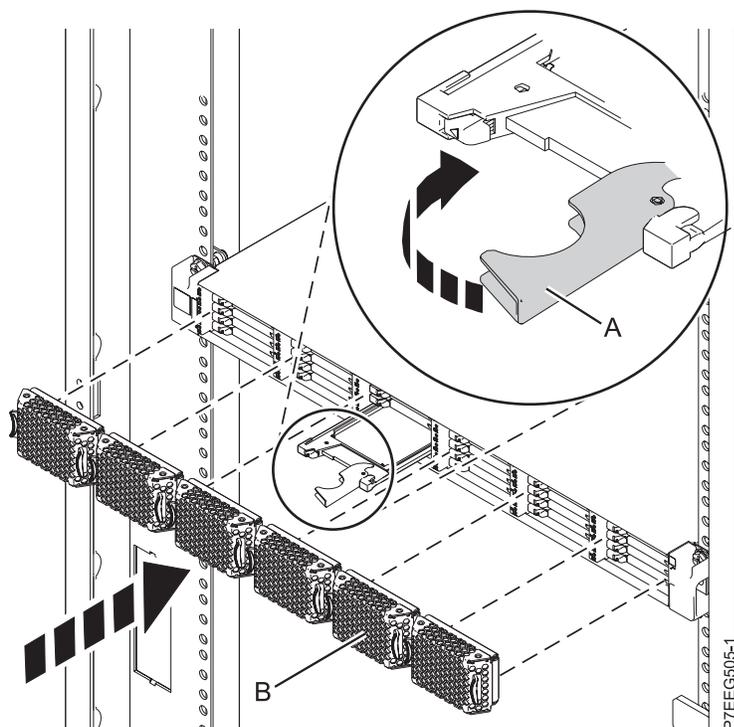

図 20. EDR1 PCIe ストレージ・エンクロージャーにおけるソリッド・ステート・ドライブの取り替え
4. ソリッド・ステート・ドライブ識別 LED が明滅したら、ソリッド・ステート・ドライブを EDR1 PCIe ストレージ・エンクロージャーの中に奥まで差し込み、完全に固定します。次に、ハンドル (A) をロック位置まで回転させます。図 20 を参照してください。
5. ベゼル (B) を取り付けます。